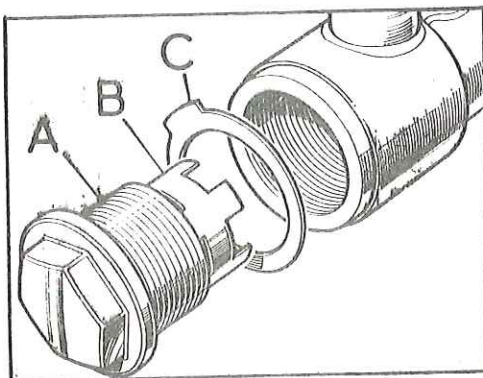

Fig. H-35 Tapa del extremo del cilindro
3.5. Situar el soporte de la empaquetadura, B (Fig. H-35) en su sitio.
3.6. Introducir el muelle en el cilindro y colocar la tapa, A y junta, C (Fig. H-35) asegurándose de que queda bien apretada.